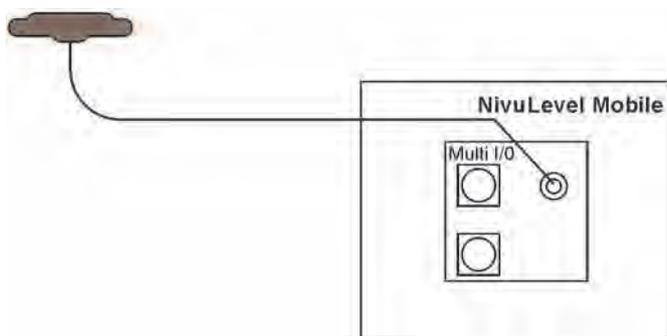

Abb. 27-1 Anschluss der 2G/3G/4G Antenne
1. Antennenkabel in die Buchse am Gerät einstecken (Abb. 27-1) und Verschraubung handfest anziehen.